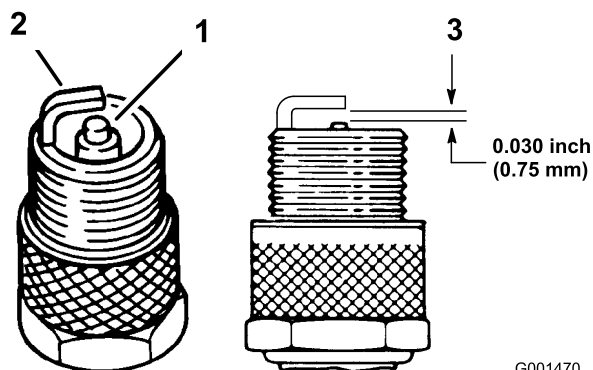

Figure 26
1. Examinez le centre des bougies (Figure 26). Si le bec de l'isolateur est recouvert d'un léger dépôt gris ou brun, le moteur fonctionne correctement. S'il est couvert d'un dépôt noir, c'est généralement signe que le filtre à air est encrassé.
3. Contrôlez l'écartement entre l'électrode centrale et l'électrode latérale (Figure 26). Courbez l'électrode latérale (Figure 26) si l'écartement est incorrect.
3. Connectez les bougies (Figure 26).